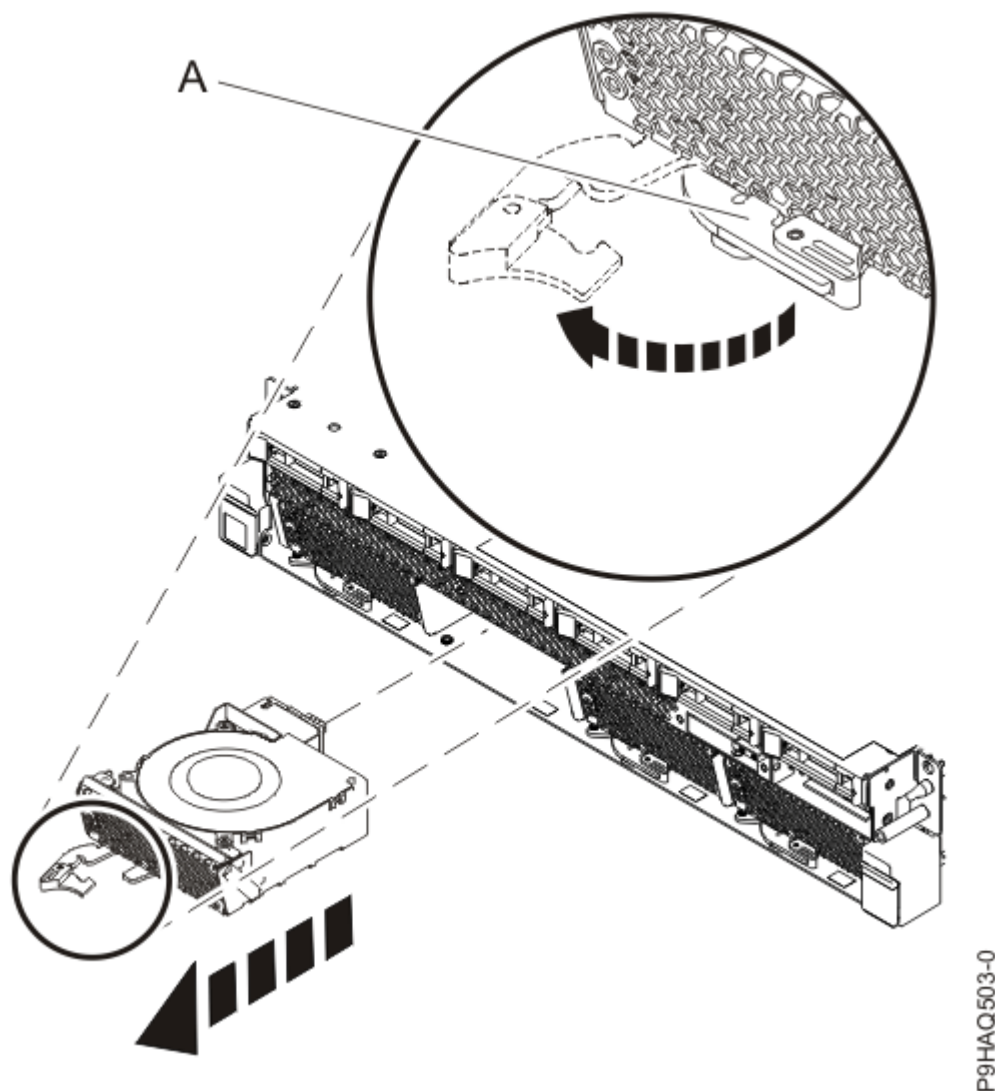

図 5. システムからのファンの取り外し
- a) ラッチ (7 ページの図 5 の (A)) の前面に親指を押し当て、ラッチの裏側に人差し指を当てます。
- c) ハンドルを、7 ページの図 5 に示されている方向に回転させて、ファンをスロットからアンロックします。
- d) ハンドルをつかんだまま、ファンの底部をもう一方の手で支えながら、ファンをスロットから引き出します (7 ページの図 5 を参照)。